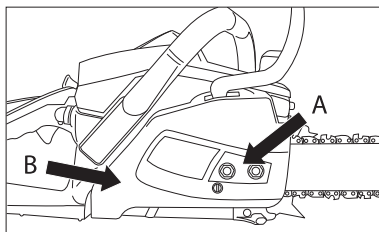

Рис. 5
3. Открутите обе гайки (A), крепящие шину и защитную крышку. Снимите защитную крышку вместе со щитком тормоза цепи (B) (рис. 5).